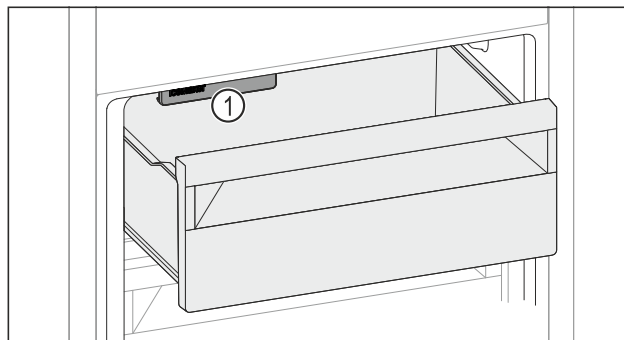

Fig. 131
- ▶ Dávejte pozor na IceMaker Fig. 131 (1).